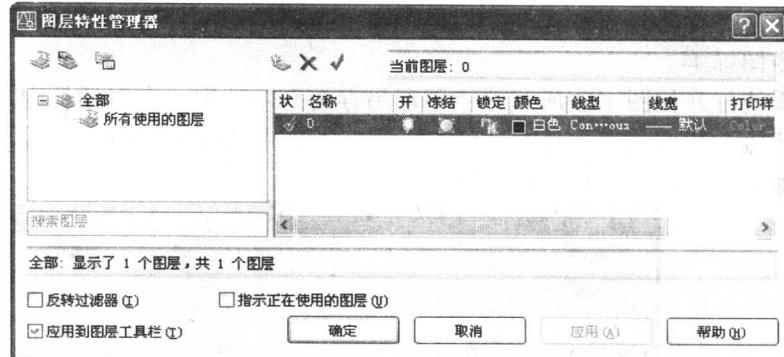

图 2-2 “图层特性管理器”对话框
(1) 在命令行输入命令 LAYER，或者单击下拉菜单“格式”→“图层”，或者单击图层工具栏命令图标■，系统打开“图层特性管理器”对话框。如图 2-2 所示。
指定圆的圆心或 [三点(3P)/两点(2P)/相切、相切、半径(T)]：3P （以三点方式绘制圆，或在动态输入模式下，按下“↓”键，打开动态菜单，如图 2-2 所示，选择“三点”选项）